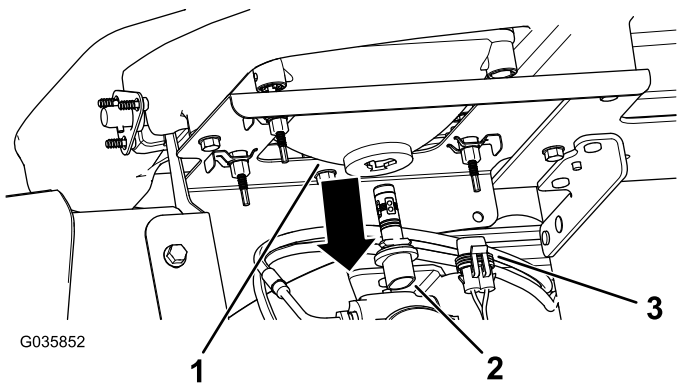

Figura 49
3. Desconecte el conector eléctrico del arnés de cables del conector de la lámpara, en la parte trasera de la carcasa del faro (Figura 49).
4. Retire el conjunto de la lámpara girándola ¼ de vuelta en sentido antihorario y desplazándola hacia atrás (Figura 49).
5. Instale el conjunto de lámpara nueva y la carcasa del faro y alinee las pestañas del conjunto de la lámpara con las ranuras de la carcasa del faro (Figura 49).
6. Sujete el conjunto de la lámpara girándola ¼ de vuelta en sentido antihorario (Figura 49).
7. Conecte el conector eléctrico del arnés de cables al conector del conjunto de la lámpara nueva (Figura 49).